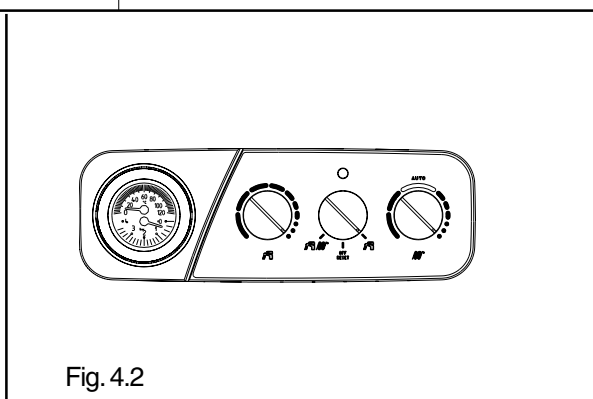
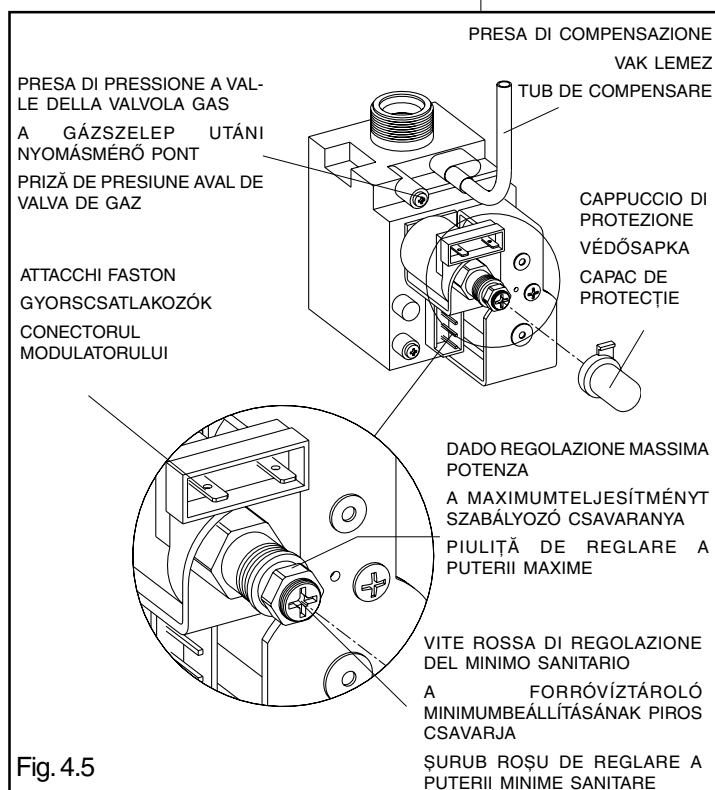

Fig. 4.2
Fig. 4.5
- posizionare l'interruttore generale dell'apparecchio su acceso e il selettore di funzione su estate o inverno (fig. 4.2) a seconda del tipo di funzionamento prescelto.
- cuplați întrerupătorul rețelei de alimentare electrică a aparatului și poziționați selectorul de funcții pe vară sau iarnă (fig.4.2)
Per riattivare il funzionamento posizionare il selettore di funzione su off-reset (fig. 4.5) e riportarlo quindi nella posizione desiderata: estate o inverno (fig. 4.2).
Pentru a relua funcționarea cazanului poziționați selectorul de funcții pe "off-reset" (fig. 4.5) și readuceți-l în poziția dorită: vară sau iarnă (fig. 4.2).